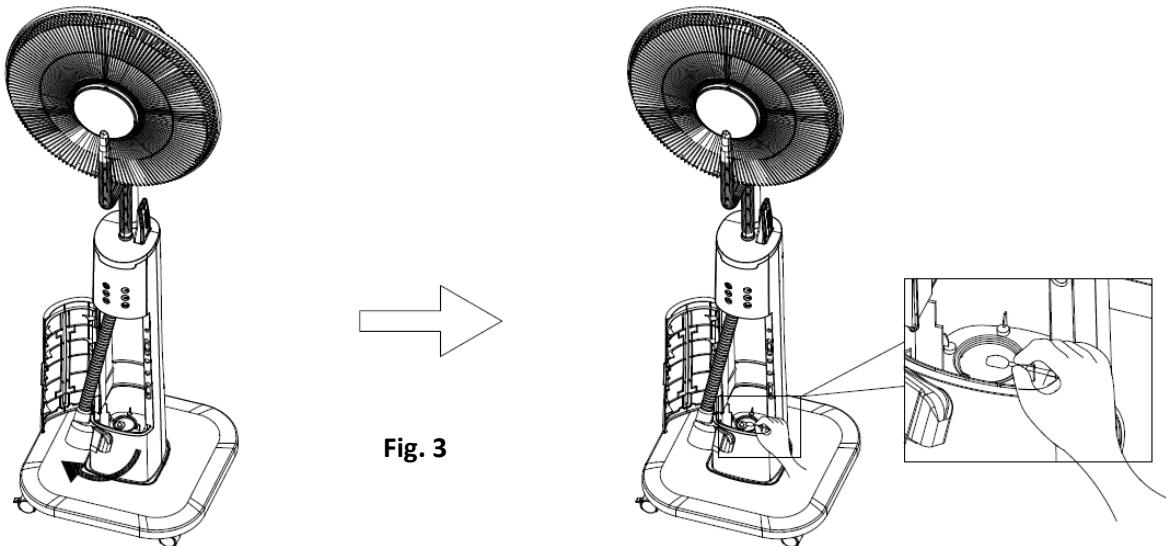

Fig. 3
4. Veeg de ultrasone triller voorzichtig schoon met een wattenstaafje dat in een reinigingsmiddel is gedopt. (Fig. 3)